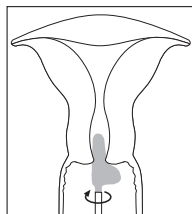

Fig. 2
- Den Tupfer in dieser Position halten, dann 3 Mal im und 3 Mal gegen den Uhrzeigersinn drehen und sicherstellen, dass der lange L-förmige Teil mit dem Zervixkanal in Kontakt ist und sich der kurze L-förmige Teil um die ektozervikale Zone dreht (siehe Fig. 2).